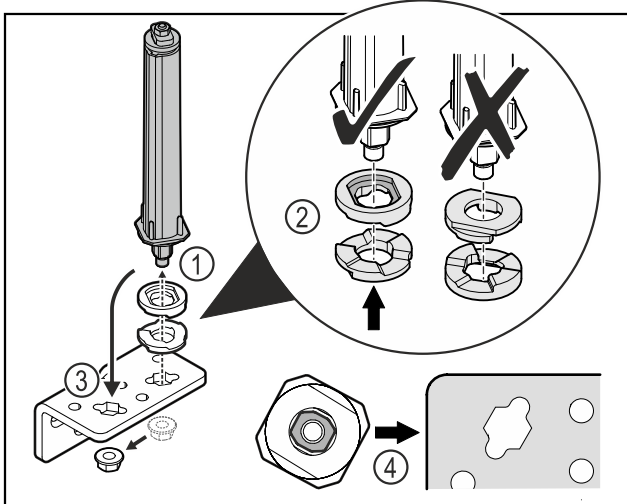

Fig. 40
- ▶ Λύστε το παξιμάδι και αφαιρέστε το σύστημα κλεισίματος πόρτας *Fig. 40 (1)*.
- ▶ Βεβαιωθείτε για τη σωστή ευθυγράμμιση των ροδελών ρύθμισης ύψους *Fig. 40 (2)*.
- ▶ Μεταφέρετε το σύστημα κλεισίματος πόρτας στη γωνία μεντεσέ και στερεώστε με το παξιμάδι *Fig. 40 (3)*.
- ▶ Κατά την τοποθέτηση βεβαιωθείτε για τη σωστή ευθυγράμμιση του συστήματος κλεισίματος πόρτας *Fig. 40 (4)*.